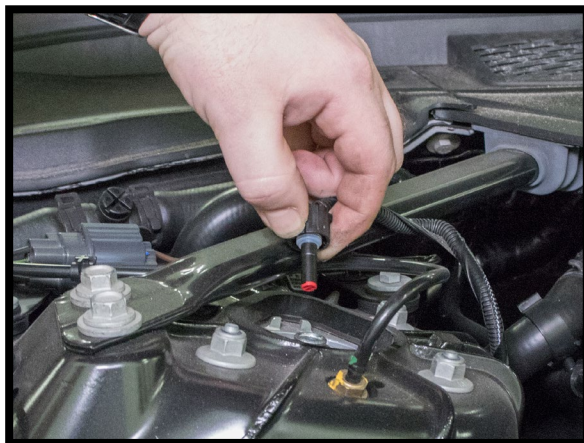

图 2
4. 通过压下两个锁片并向上拉动，断开支柱顶部的电气连接。（图2）